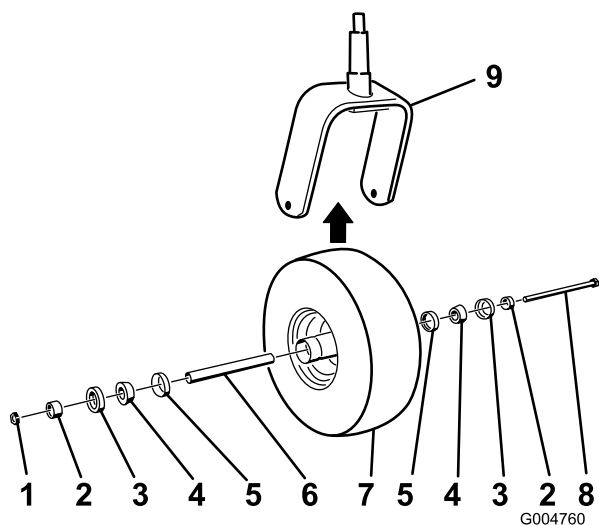

Рисунок 48
2. Отверните контргайку с болта, удерживающего узел поворотного колеса в вилке колеса (Рисунок 48).
5. Соберите поворотное колесо, вставив с усилием заправленные консистентной смазкой подшипники с коническими роликами и уплотнения в ступицу колеса, расположенную, как показано на Рисунок 48.